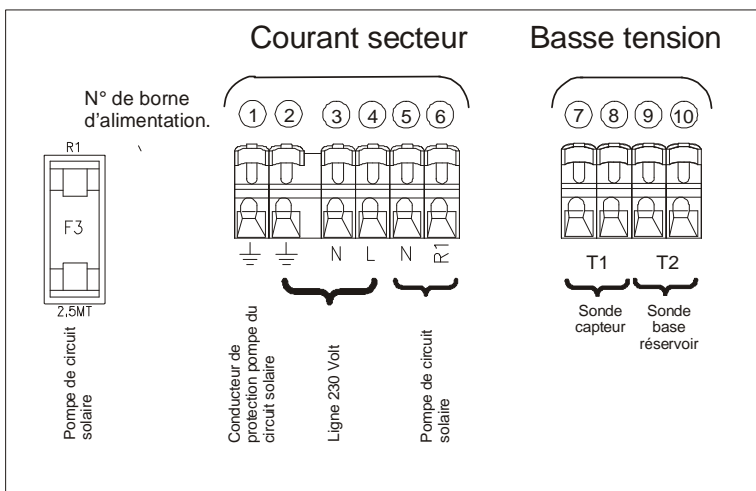

figure 6 - Bornes d'alimentation du régulateur différentiel
Brancher les entrées et les sorties du réseau et de la pompe aux bornes d'alimentation prévues à cet effet (figure 6, Pos ① à ⑥). Ne raccorder qu'une seule entrée/sortie (jusqu'à 2,5 mm²) par borne d'alimentation. Utiliser des embouts pour les conducteurs à fils de faible diamètre. Equiper les câbles à l'extérieur du régulateur d'une décharge de traction.
Brancher les sondes du réservoir et du capteur aux bornes d'alimentation prévues à cet effet (figure 6, Pos. ⑦ à ⑩) sans tenir compte de la polarité de leurs contacts. Equiper les câbles à l'extérieur du régulateur d'une décharge de traction.